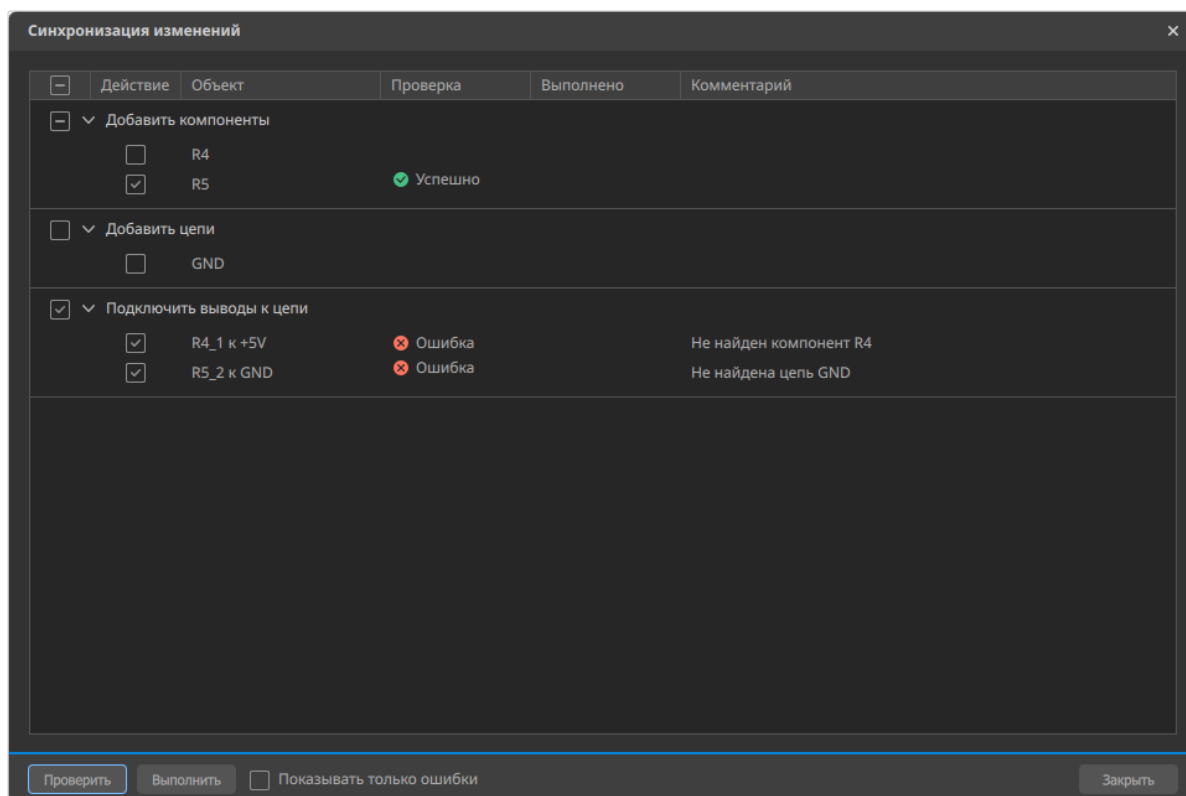

Рисунок 95. Ошибки в результате проверки в окне «Синхронизация изменений»
- 5) При возникновении ошибок в результате проверки в колонке «Комментарий» будет указан характер и причина ошибки (см. рисунок 95).